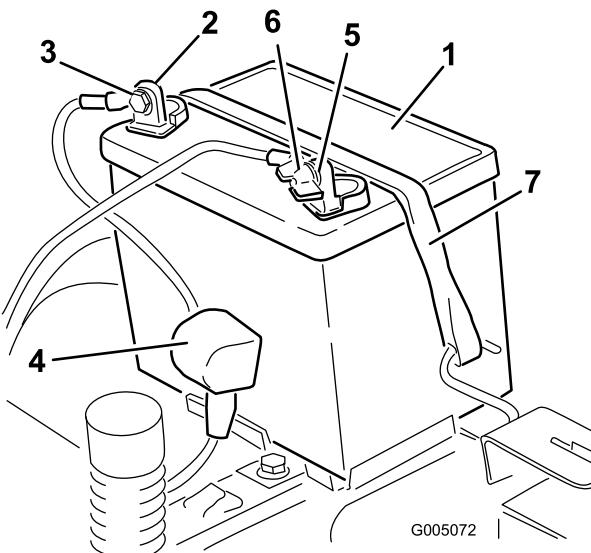

Figura 46
5. Deslice hacia arriba la cubierta de goma del cable positivo (rojo). Desconecte el cable positivo (rojo) del borne de la batería (Figura 46). Guarde todos los herrajes.
6. Retire la correa de sujeción de la batería (Figura 46) y levante la batería para retirarla de su bandeja.
4. Desconecte el cable negativo de tierra (negro) del borne de la batería (Figura 46). Guarde todos los herrajes.
1. Coloque la batería en la bandeja (Figura 46).
5. Fije la batería con la correa de sujeción (Figura 46).